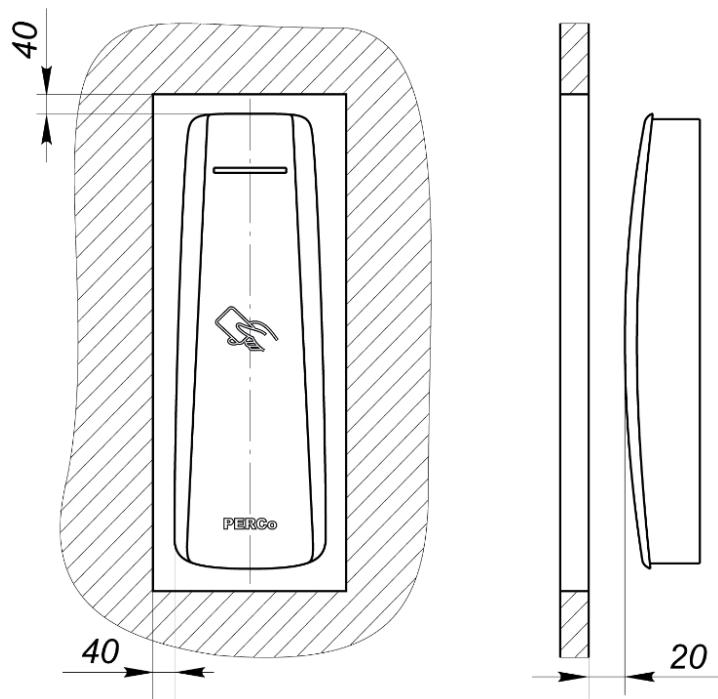

Рисунок 1. Установка считывателя за металлической поверхностью
- При установке считывателя за металлической поверхностью в ней необходимо вырезать окно, напротив которого, равноудалено от краев окна (не менее чем на 40 мм, см. рис. 1) и устанавливается считыватель. Само окно может быть закрыто неметаллической вставкой (например, из пласти массы), а считыватель может быть утоплен вглубь окна на расстояние не более 20 мм от внешней стороны металлической поверхности – дальность считывания кода при таком способе монтажа считывателя уменьшается на 30 – 50%.